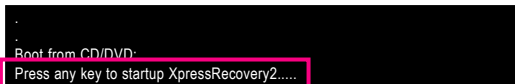

図 8
1. マザーボードドライバディスクから起動して、初めて Xpress Recovery2 にアクセスします。次のメッセージが表示されたら、Press any key to startup Xpress Recovery2 (図 8) というメッセージが表示されたら、どれかのキーを押して Xpress Recovery2 に入ります。